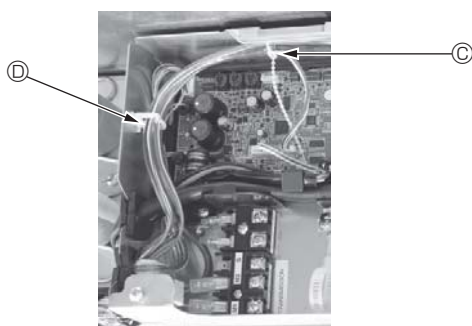
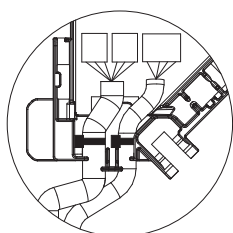

Fig. 5-15
Fig. 5-16
- **Placez les excès de fils de jonction du capteur i-See et du récepteur de signal dans le boîtier des composants électriques dans le crochet pour fils, comme indiqué sur le schéma, et groupez les fils à l'aide de la fixation. (Fig. 5-15) Veillez à ce que le ruban qui maintient les fils de jonction du capteur i-See et du récepteur de signal soit bien positionné à l'intérieur de la boîte de raccordement. (Fig. 5-16)**